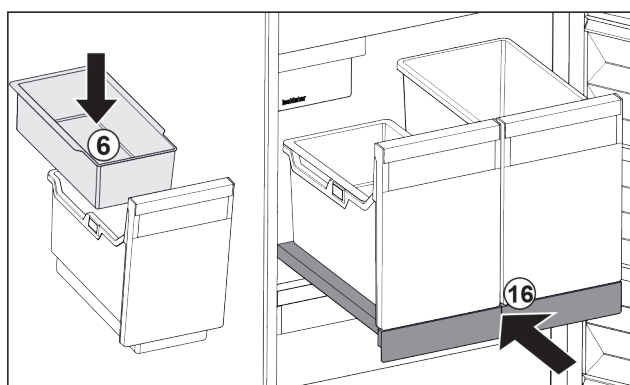

Fig. 111
- ▶ Vstavite obešalno skodelico Fig. 111 (6) za ledene kocke.
- ▶ Vstavite izvlečno polico s posodo (IceTower). Fig. 111 (16)